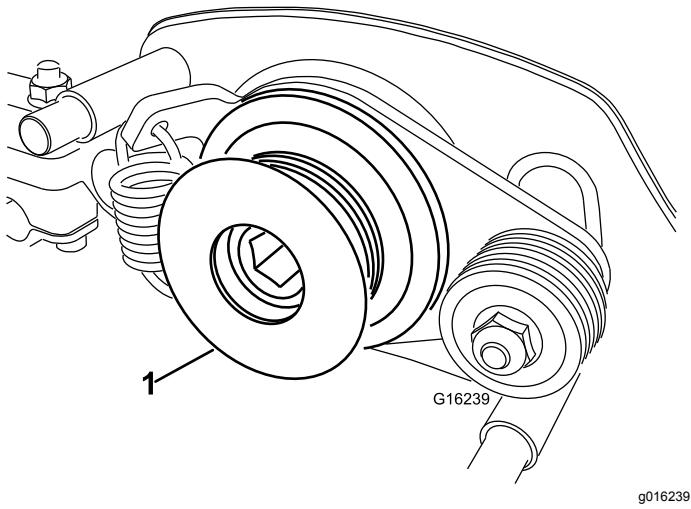

Figura 35
7. Rimuovete la puleggia motrice del groomer dall'albero del rullo (Figura 35).